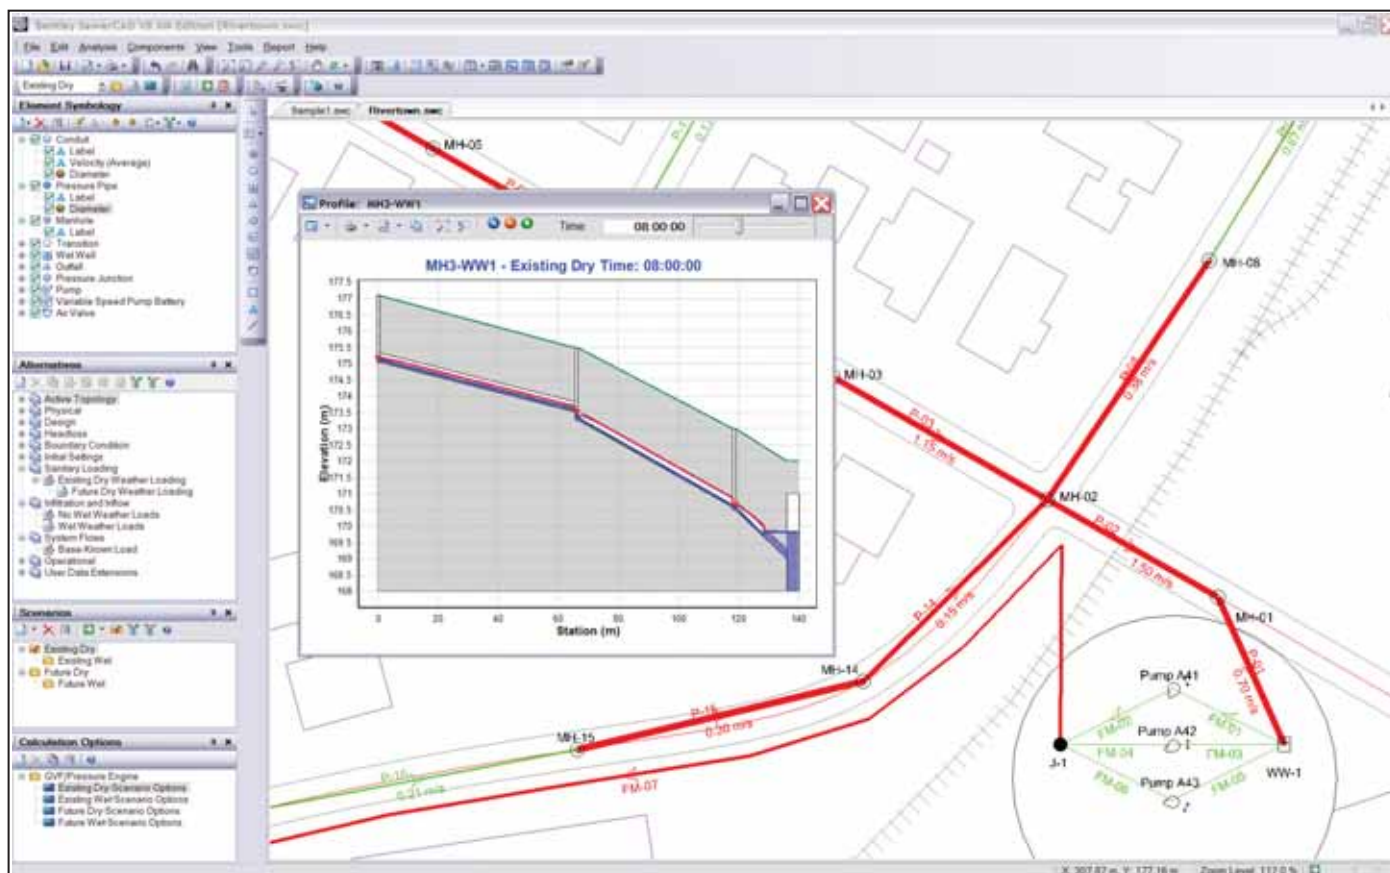

Рис. 5. Анализ участка системы канализации в программе SewerCAD
**SewerCAD** используется для определения докритических, критических и за-критических условий с помощью надежных стандартных медленно изменяющихся пошаговых алгоритмов. Специализированный инструментарий позволяет визуализировать поведение системы канализации на протяжении длительного периода времени (рис. 5). Результаты анализа системы могут быть анимированы для определения критических перепадов давления и перегрузки участков сети.